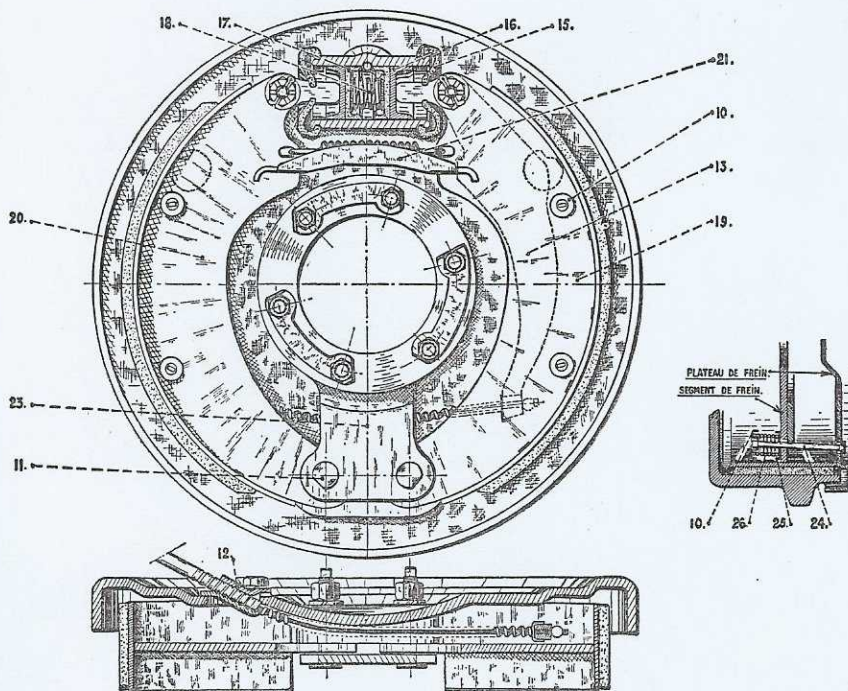

Fig. 27. — Plateau de frein arrière
• Déposer les 4 calottes (10) (fig. 27) des ressorts de maintien (à l'aide d'une
• Centrer les segments de freins, puis serrer les écrous des axes de points fixes (11) (fig. 27) avec un couple de 15 m.kg.